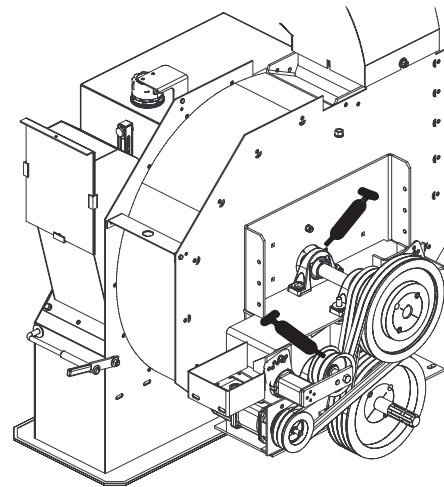

Bild 13
Die Gebläseadwelle und die Eingangswelle haben zwei (2) Lager (Bild 13), die nach jeweils 8 Betriebsstunden mit Nr. 2 Schmiermittel auf Lithiumbasis eingeschmiert werden müssen.